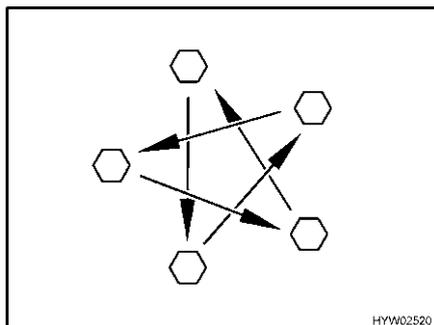

Bild 261 Radmuttern oder Radschrauben über Kreuz anziehen
- Radmuttern oder Radschrauben regelmäßig auf festen Sitz prüfen. Radmuttern oder Radschrauben eines ausgewechselten Rades nach 50 km über Kreuz nachziehen (Bild 261). Anziehdrehmoment siehe Abschnitt 13.5.2.
- ▷ Radmuttern oder Radschrauben über Kreuz anziehen (Bild 261).